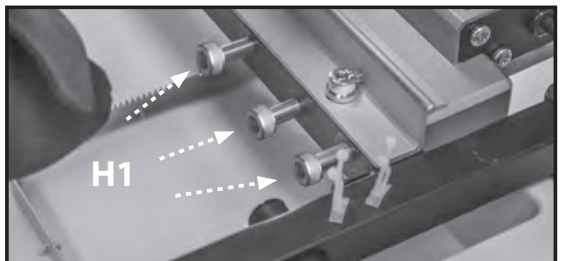

FIGURE 7
3. (Voir la figure 7) Fixez le bras de la scie sur le bâti principal en utilisant les trois vis M10 X 60 à tête hexagonale (H1) de l'intérieur du bâti principal. Serrez avec la clé Allen de 8mm fournie (H2).